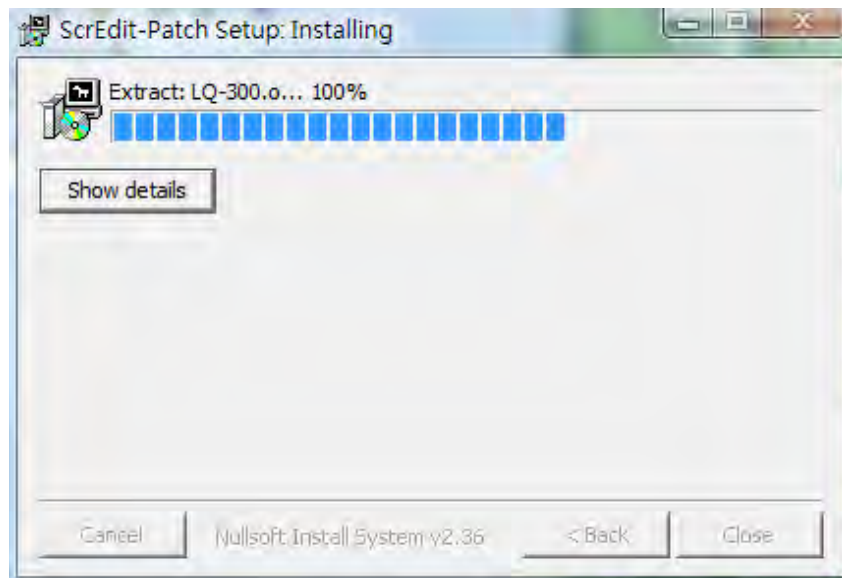

Fig. 3-1-9 Iniciando a instalação
Passo 2: Durante a instalação, o usuário pode clicar no botão **Show details (Exibir detalhes)** para visualizar os itens detalhados (Fig. 3-1-9).